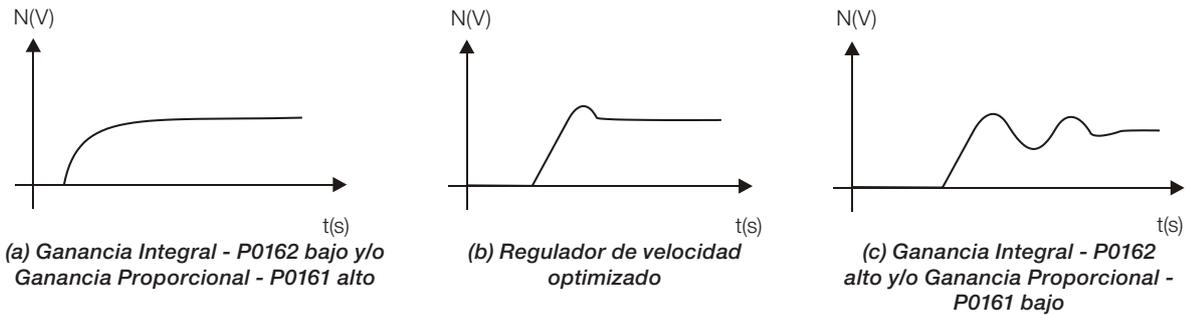

Figura 12.5: (a) a (c) Tipo de respuestas del regulador de velocidad
6. Verifique de entre las opciones de la Figura 12.5 en la página 12-16 cual es la forma de onda que mejor representa la señal leída.
7. Ajuste P0161 y P0162 en función del tipo de respuesta presentada en la Figura 12.5 en la página 12-16.